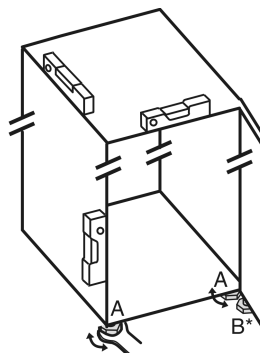

Fig. 51
- Seřizovací nožky Fig. 51 (A) vyšroubujte pomocí přiloženého vidlicového klíče a pomocí vodováhy, dokud nebude spotřebič pevně vyrovnaný.
- Seřizovací nožku Fig. 51 (B) na stojanu ložiska vytácejte pomocí přiloženého vidlicového klíče, až dosedne na zem.
- Seřizovací nožku Fig. 51 (B) otáčejte dál o 90°.